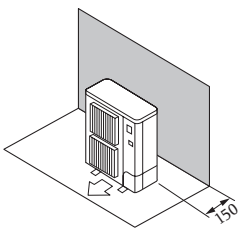

Fig. 2-3
- ① Խոչընդոտներ հետևում (Fig. 2-3)